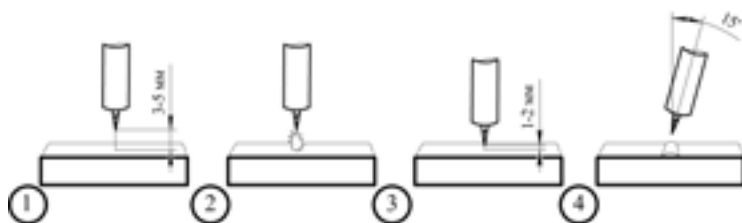

Рис. 7.6. Высокочастотный поджиг дуги.
**Высокочастотный поджиг HF** позволяет зажечь TIG дугу без касания к изделию. Основное преимущество в том, что при зажигании дуги в основном металле не остается вольфрамовых включений (см. рис. 7.6).